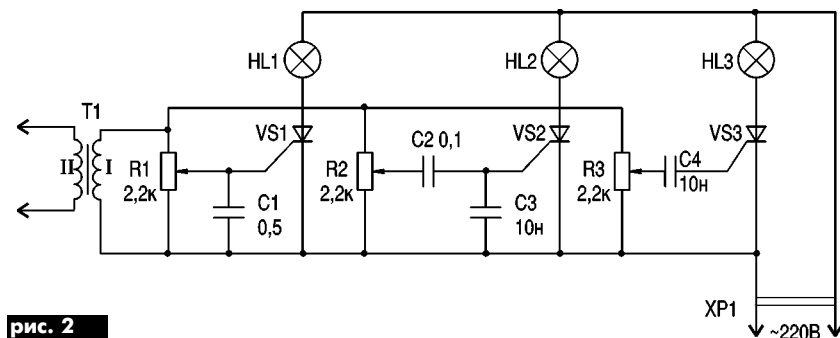

рис. 2
2. Для любителів складніших ефектів пропонуємо схему (рис.2). В ній прожектори HL2-HL3 теж блимають в такт музики, але, на відміну від попередньої, мерехтіння ліхтарів поставлене у залежність від частотного складу музичного супроводу. Під час звучання басів працює HL1, голоси виконавців відображає HL2, а ВЧ інструменти (гітари, скрипки та інше) – HL3. Дана роз-